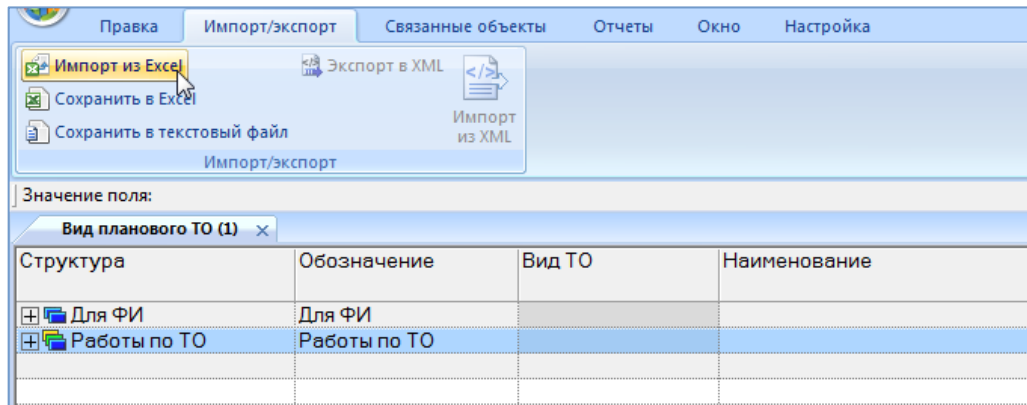

Рис. 12-30 – Импорт видов работ из файла Excel
4) Нажать кнопку «Импорт из Excel» панели «Правка» (рис. 12-30).